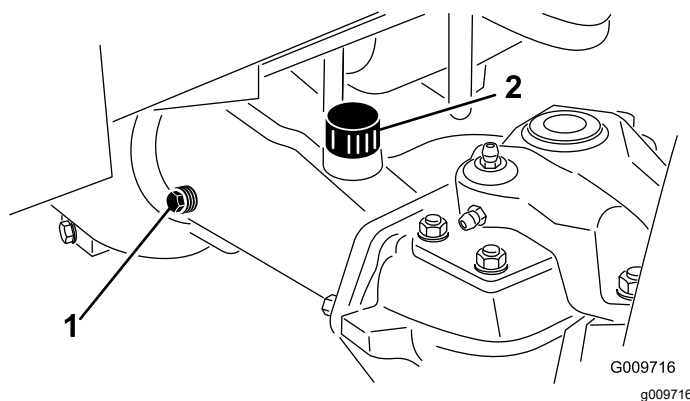

Figura 88
2. Togliete il tappo di controllo da un'estremità del ponte (Figura 88) e verificate che il lubrificante raggiunga la base del foro. Se il livello è basso, togliete il tappo di riempimento (Figura 88) e